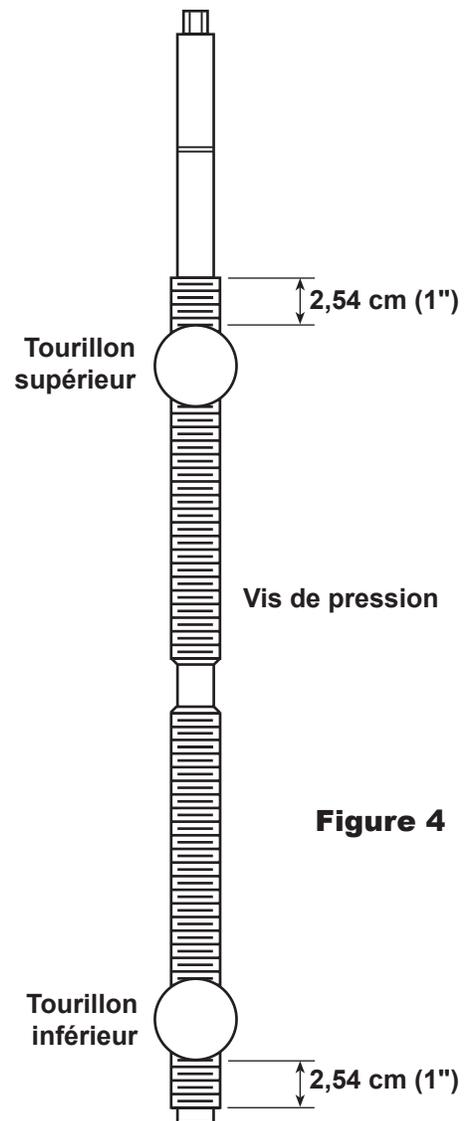

Figure 4
1. Assurez-vous que les tourillons (repères n° 11 et 12) sont entraînés à environ un pouce (2,54 cm) du bord des filets inférieurs de la vis de pression et à un pouce (2,54 cm) du bord des filets supérieurs avant de remettre les bras sur les tourillons. Voir la Figure 4.